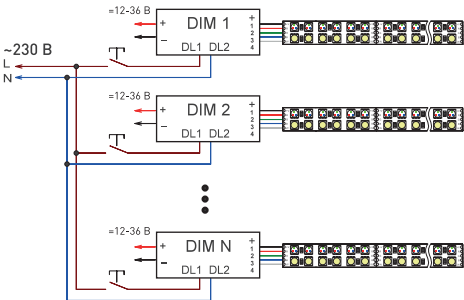

Рисунок 3. Использование управления PUSH DIM.
3.14. При необходимости можно использовать режим управления PUSH DIM (Рис. 3).